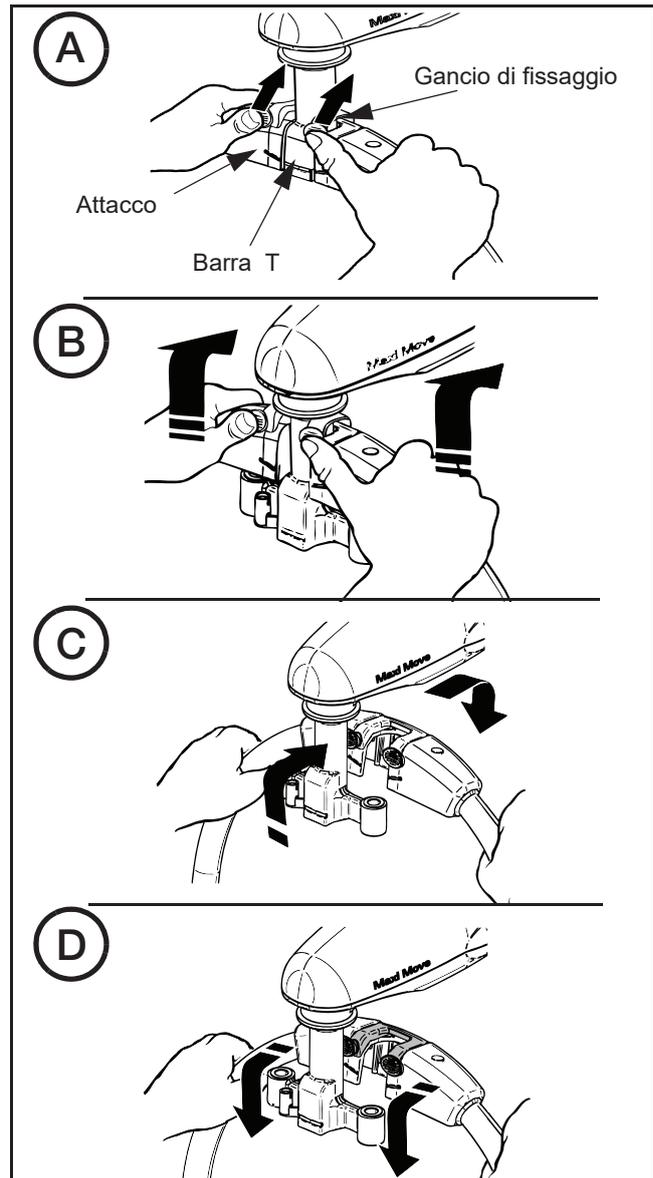

Fig. 15
**Installare l'attacco:** selezionare l'attacco richiesto e, mentre lo si maneggia con cura, con le leve di blocco sul gancio di fissaggio rivolte verso di sé, lasciare che la rientranza dell'attacco si adatti attorno al piantone della barra a T (vedere fig. 15D). Assicurarsi che l'attacco cada sulla barra a T e che il gancio di fissaggio si innesti completamente. (vedere fig. 15).